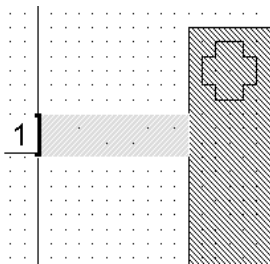

Рис. 5.17
3. Поместите курсор на левый край горизонтального проводника, пока не отобразится квадрат, и щёлкните левой кнопкой мышки, чтобы зафиксировать порт. Маленькая площадка с номером 1 появится на левом краю проводника (рис. 5.17).